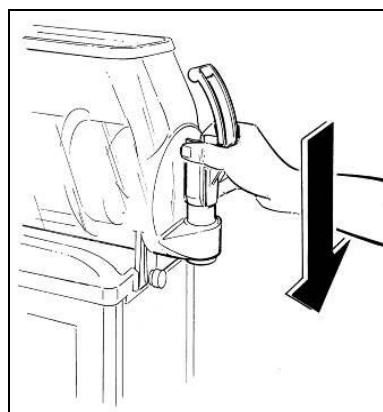

Fig. 17
- **R**emonter le robinet (fig.17) en prenant soin d'appliquer de la vaseline sur les joints pour faciliter son glissement dans son logement jusqu'à l'insertion complète.